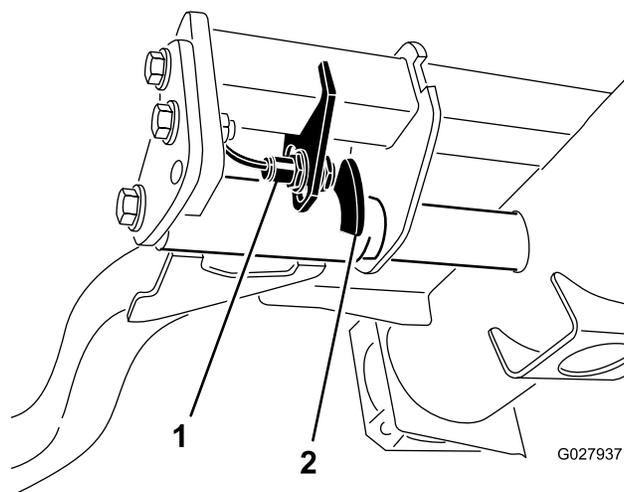

図 31
2. 昇降アームのスイッチは、油圧のメインタンクの下にある右前昇降アームの後ろ側に装着されている 図 31。
3. スイッチの取り付けネジ 図 31 をゆるめ、スイッチの位置を下げると、昇降アームの旋回高さが長くなり、上げると、昇降アームの旋回高さが短くなる取り付けボルトを締め付ける。